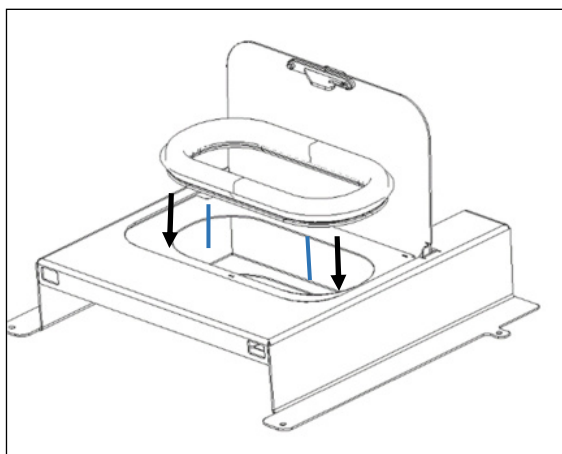

Figura 53 - Colocação da borracha de vedação no tampo superior
d) Colocar a borracha, removida na alínea c no tampo superior que se encontra no kit 1, tal como demonstra a Figura 53.